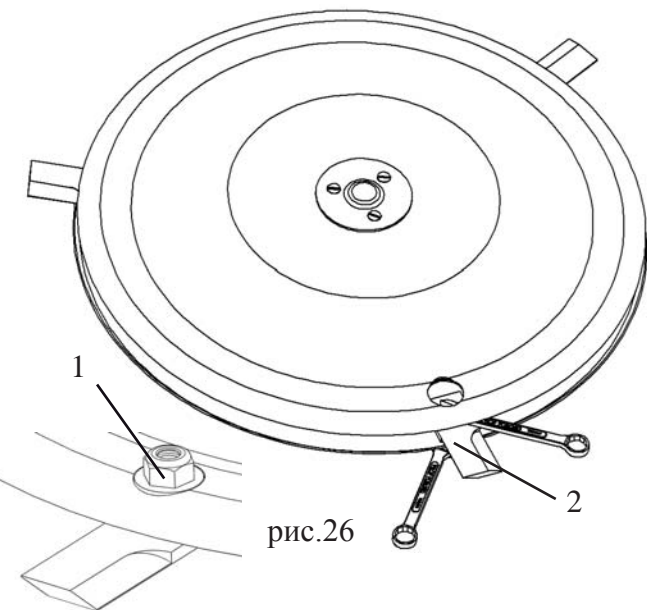

рис.26
- отвернуть гайку М10 (1), совместить отверстие и извлечь болт из втулки верхнего диска через отверстие в нижнем диске и вытащить нож (2) (рис.26).